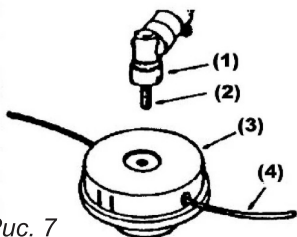

Рис. 7
5.5. Установка кассеты с леской (рис. 7).